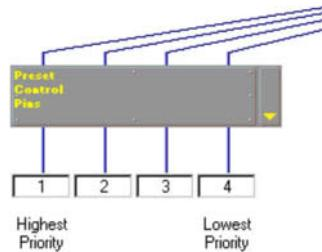

Abbildung 55 -
- d) Wenn Prioritätscodierung für den Steuereingang verwendet wird, die entsprechenden Preset-Nummern unter dem Preset-Steuerblock eingeben (siehe Abbildung 55 auf der folgenden Seite).